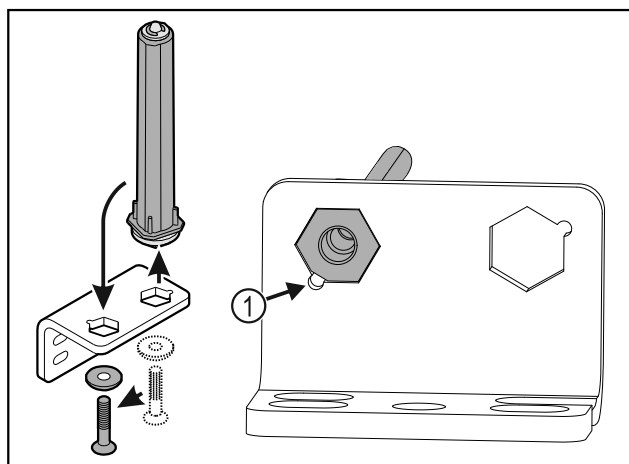

Fig. 35
- ▶ Se till att bultens fasning Fig. 35 (1) är vänd mot det runda hålet vid isättningen.